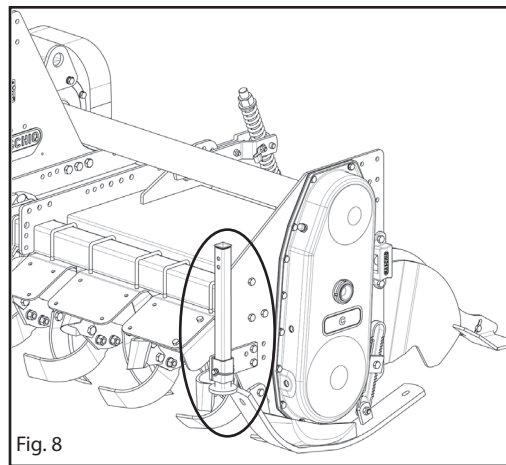

Fig. 8
- 5 - Position the support foot as shown in the figure 8.
- 5 - Positionnez le pied d'appui (voir Fig. 8).
- 5 - Den Stützfuß wie in Abb. 8 gezeigt anordnen.